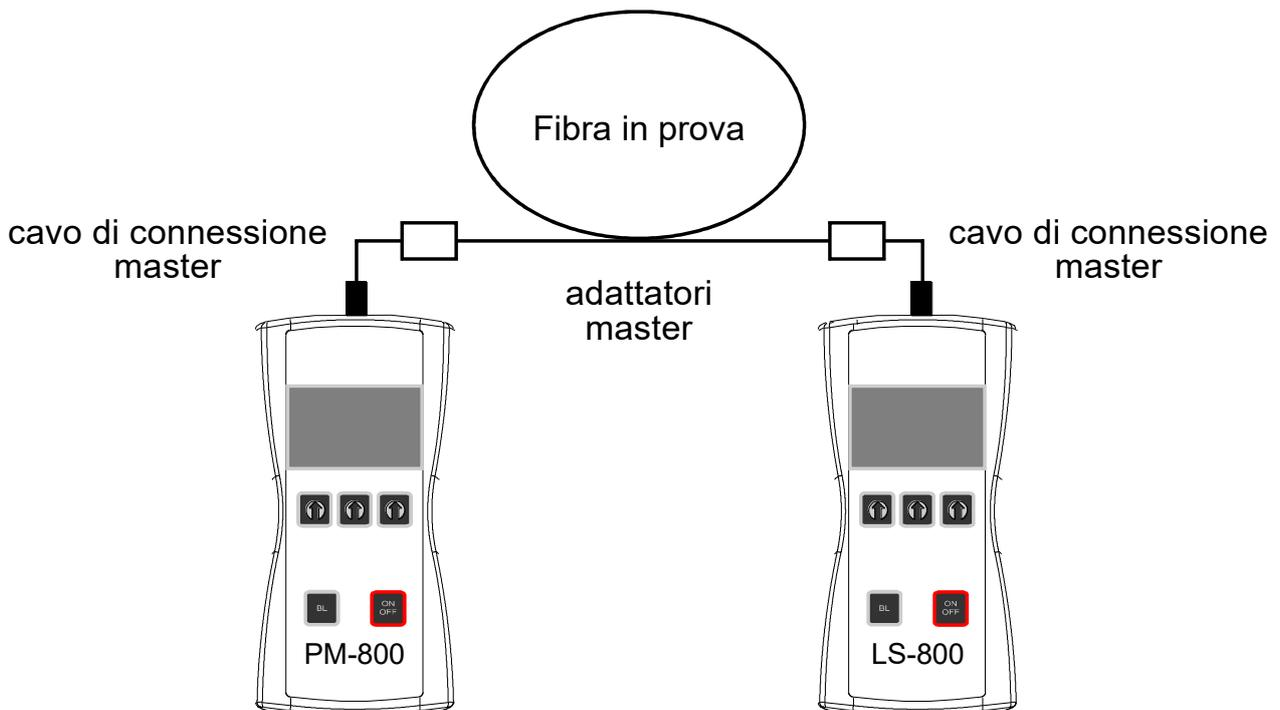

Fig. 2
3. Collegare il tratto da misurare tra i cavi master. E' necessario un adattatore master in più (fig. 2).